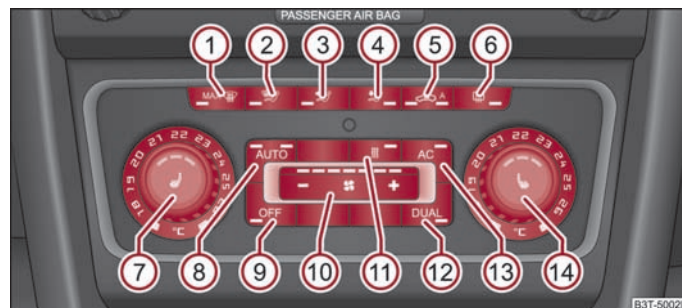

Abb. 124 Climatronic: Bedienelemente
- Drücken Sie die Taste (AUTO) ⇒ Abb. 124.
- Wenn die Frontscheibe beschlägt, drücken Sie die Taste **(MAX)** **(1)** ⇒ Abb. 124. Nachdem die Frontscheibe beschlagfrei ist, drücken Sie die Taste **(AUTO)**.
- Drücken Sie die Taste  ⇒ Abb. 124.